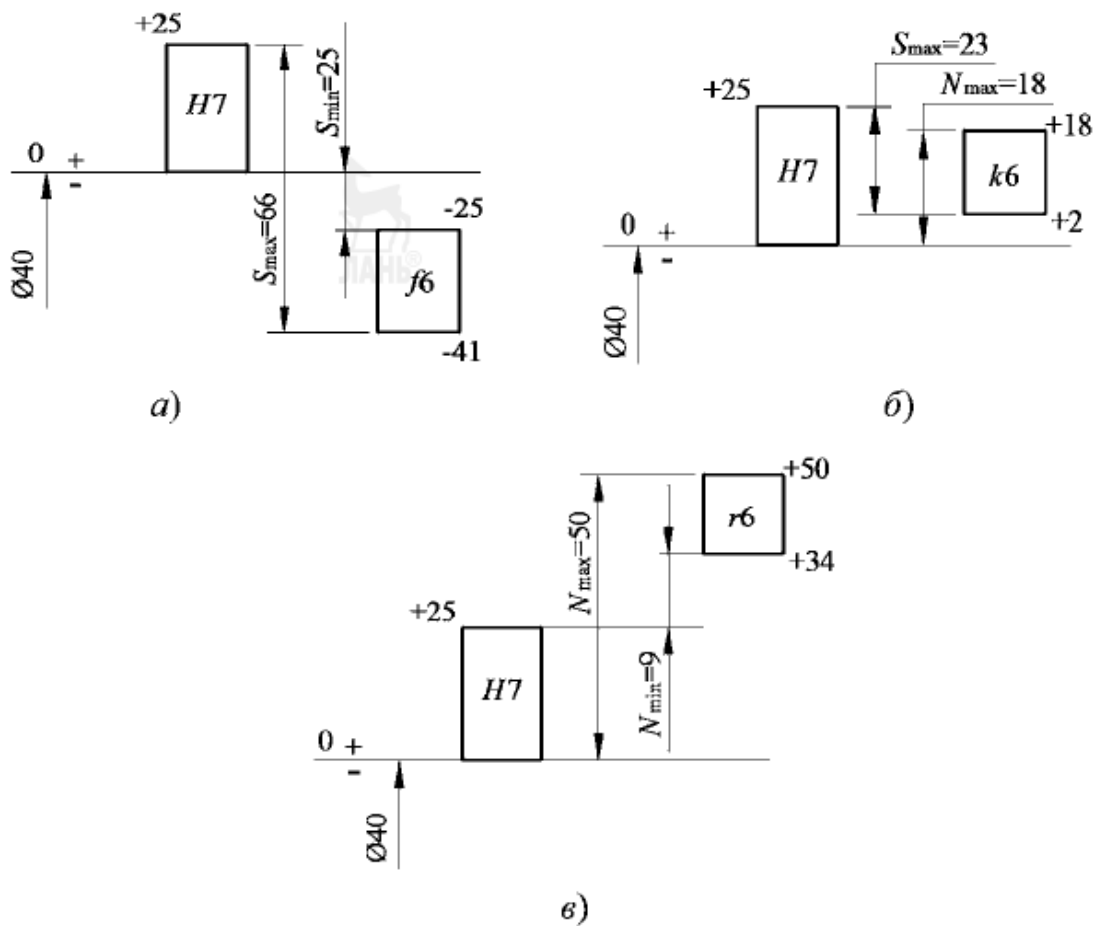

Рис. 10
5. Построить схемы расположения полей допусков заданных посадок (рис. 10).